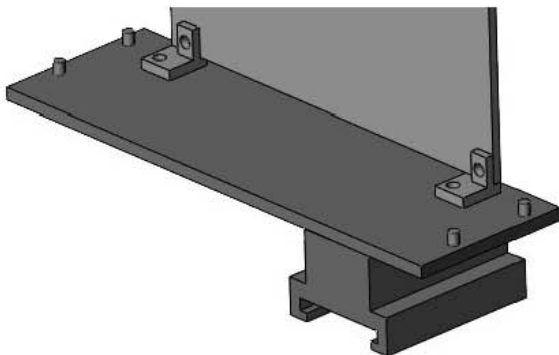

Рис. 6.73. Расположение в сборке уголков вверх и вниз печатной платы
9. Добавьте в сборку четвертую деталь — уголок. Измените наименование компонента в дереве конструирования. Выберите команду Сборка ▶ Условия сопряжения . Последовательно отметьте три пары граней на частях сопрягаемых компонентов и расположите уголок вверх печатной платы, как показано на рис. 6.73.
10. Добавьте в сборку пятую деталь — уголок. При нажатой на компоненте уголок в дереве конструирования левой кнопке мыши перетащите курсор на рабочую область и отпустите кнопку мыши. Появится копия уголка. Повторите действия, описанные в п. 9, и расположите второй уголок вниз печатной платы, как показано на рис. 6.73.